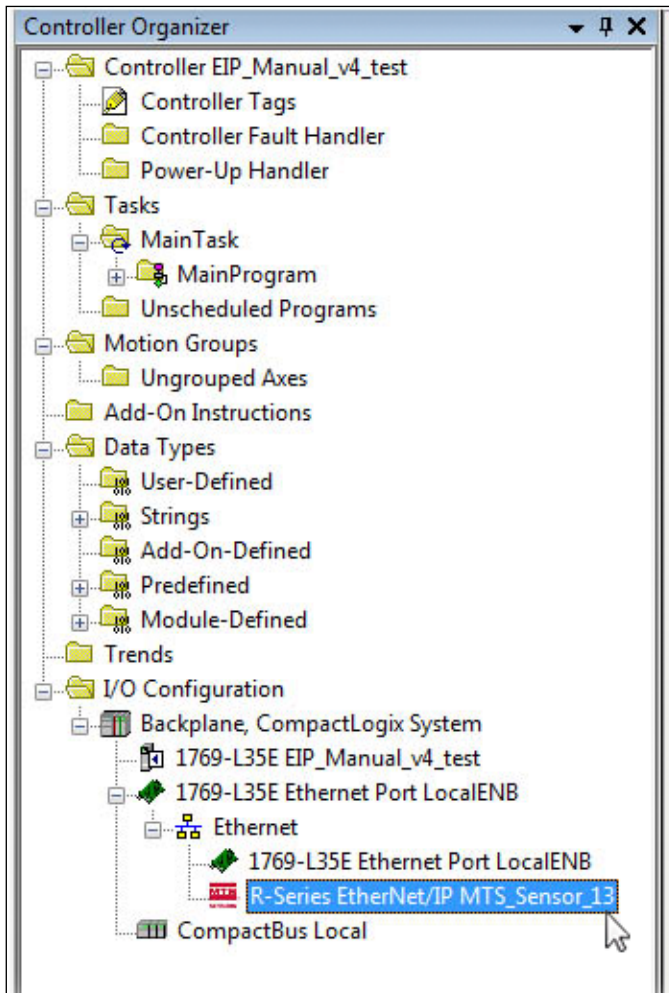

Abb. 118: Neues Modul im Netzwerk
4. Der Sensor ist nun im „Controller Organizer“ unter „I/O Configuration“ Ihrem Netzwerk hinzugefügt (Abb. 118).